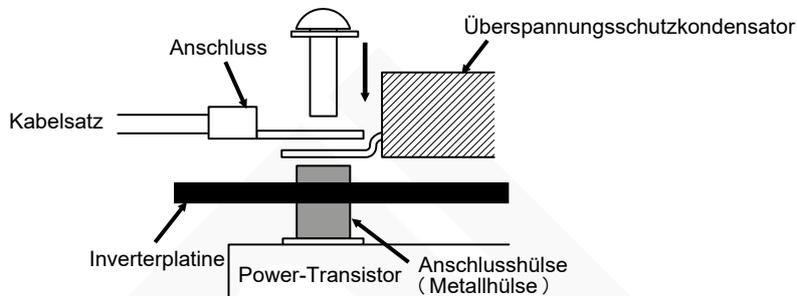

Abb. 6: Installationsverfahren für Power-Transistor
2. Das Kabel (U, V, W, P, N) zum Transistormodul trennen, siehe Abb. 6.